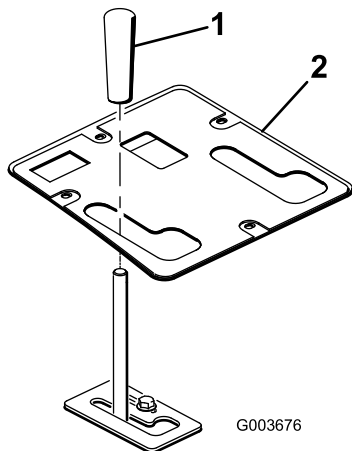

Bild 26
11. Befestigen Sie das Bedienfeld mit den zuvor entfernten Befestigungen (Bild 26).
12. Montieren Sie das Handrad am Hubhebel (Bild 26).